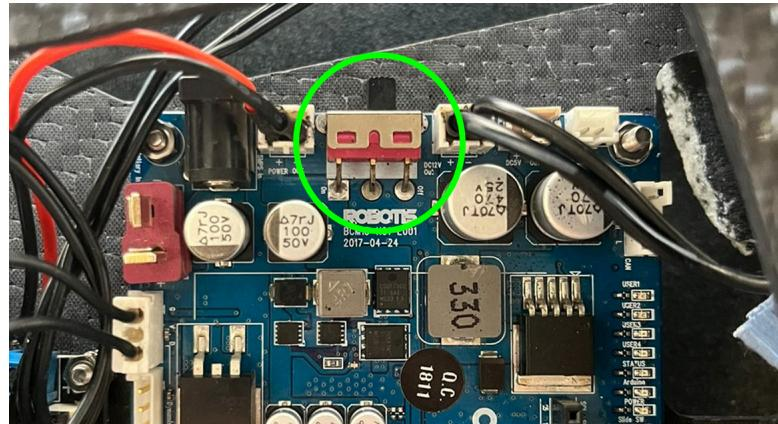

Figura 15. Switch en posición de OFF.
3. Revise que el switch de la tarjeta Open CR se encuentre en la posición de OFF (figura 15).